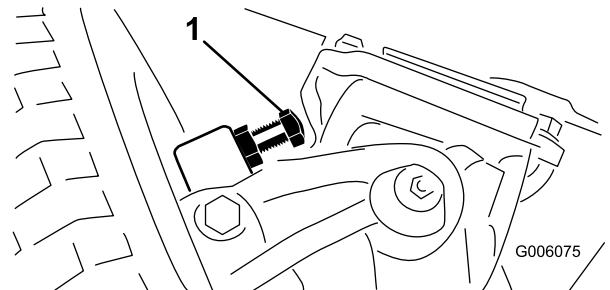

Figura 69
1. Enrosque o desenrosque los pernos hasta obtener el espacio de 2,3 mm; consulte la Figura 69.